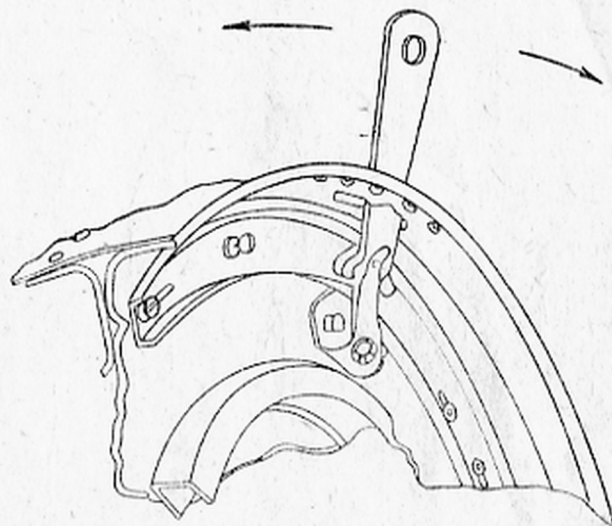

Рис. 19. Замыкание и размыкание кока винта.
1. Вставить ключ № 3 в прорезь на несъемной части обтекателя, развернуть стопорное кольцо и снять съемный обтекатель воздушного винта (рис. 19).